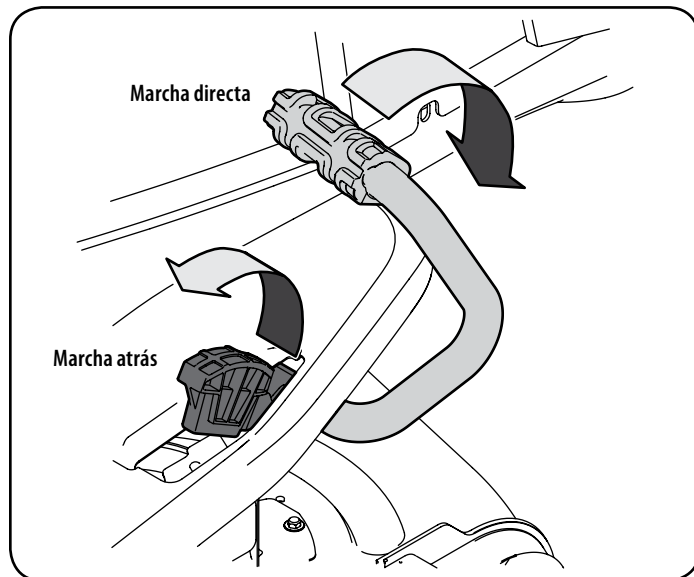

Figura 12
2. Para conducir hacia ADELANTE, presione lentamente el pedal de marcha adelante hasta alcanzar la velocidad deseada. Vea la Figura 12.
3. Para conducir MARCHA ATRÁS, verifique que el área de atrás esté despejada; Luego presione lentamente hacia adelante el pedal de marcha atrás hasta alcanzar la velocidad deseada. Vea la Figura 12.